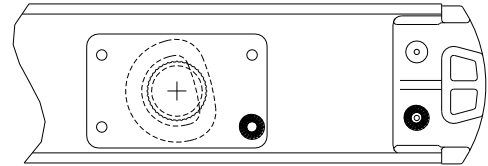

Fig. B1-2
3. For **Fig. B1-2** drill over the highlighted holes using a drill and 3/8" drill bit. Repeat for both rails.
3. Para la **Fig. B1-2** taladre sobre los agujeros remarcados usando un taladro y una broca de 3/8". Repita para ambos largueros.